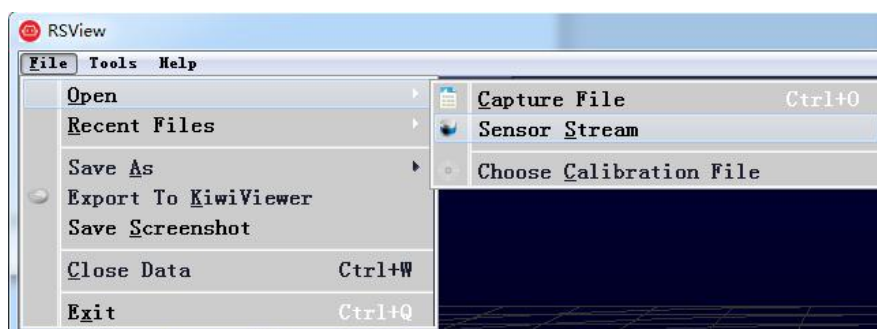

图 D-1 打开 RSView 实时数据显示
3. 点击 **File > Open** 并且选择 **Sensor Stream** (图 D-1)